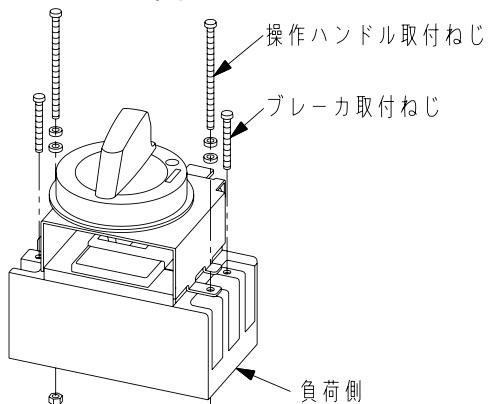

図7
②ブレーカーに付属している取付ねじでブレーカーを取り付けます。(図7)
③操作ハンドルの電源側・負荷側のラベルに従って方向を合わせ、ブレーカーのハンドルとはめ合わせます。
④同梱の操作ハンドル取付ねじ2本にてブレーカーと操作ハンドルを取付板に取り付けてください。(図7)